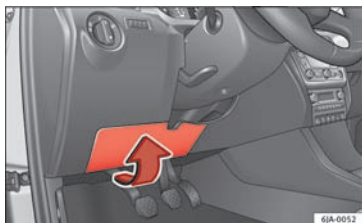

Fig. 54
- Drej forsigtigt dækslet i pilens retning, og tag det af »» Fig. 54.